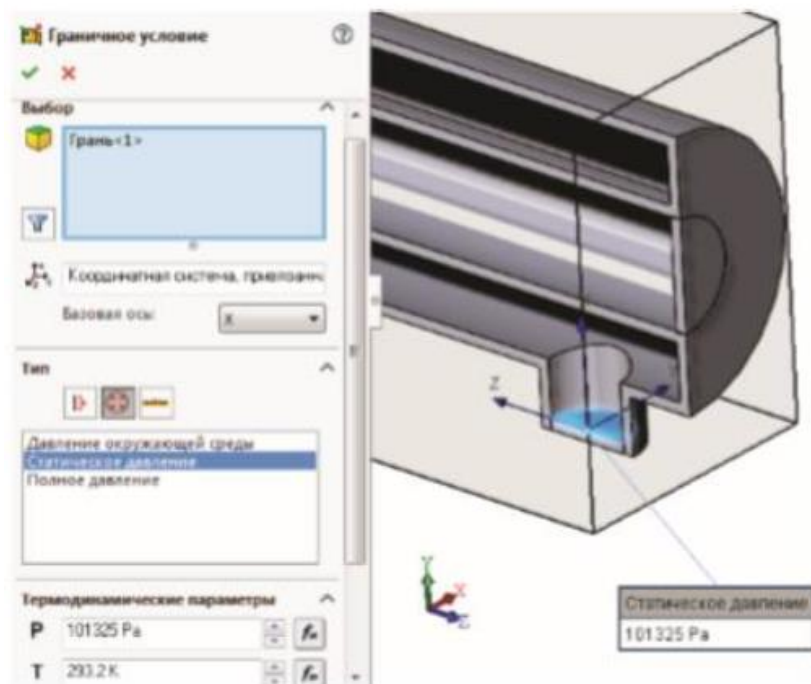

Рис.9 – Завдання вихідних параметрів у зовнішньому потоку
7.2. На виході зовнішнього потоку: повторюємо минулу операцію, виокремлюємо внутрішню поверхню і вибираємо «Швидкість на виході», що дорівнює «Швидкості на вході» (рис.9).